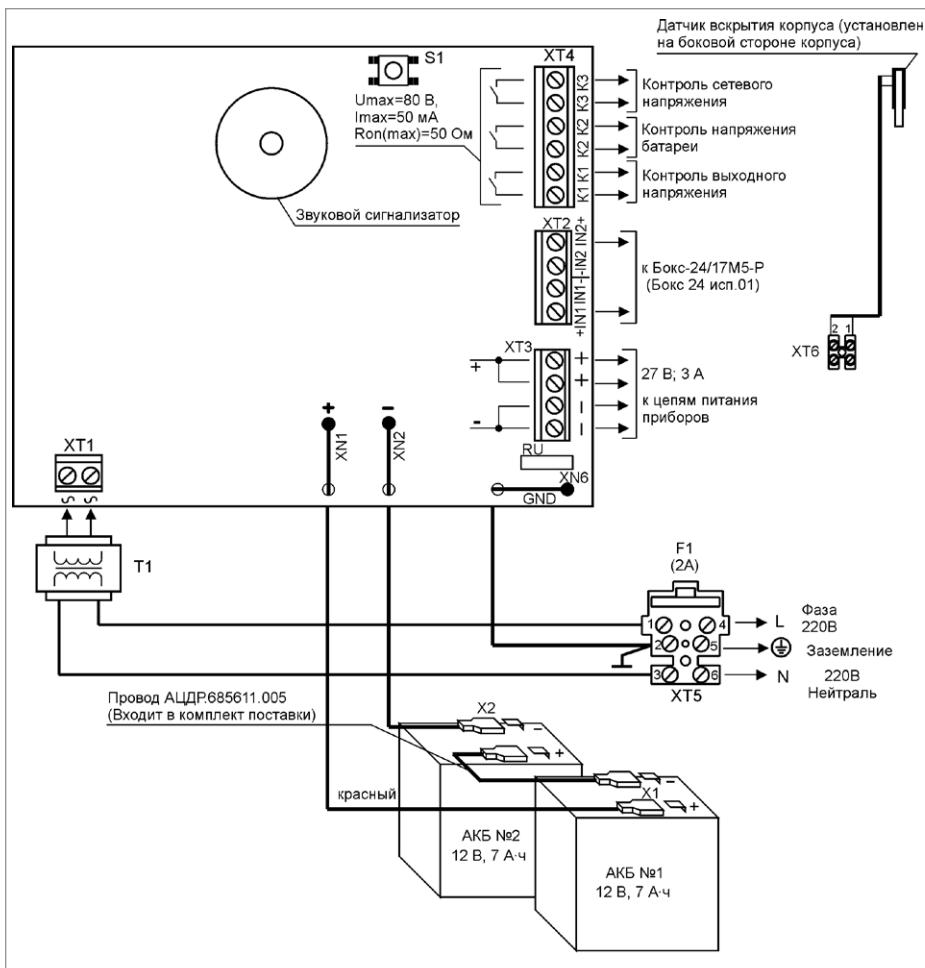

Рисунок 12. Схема подключения РИП-24 исп.15 (РИП-24-3/7М4-Р)
1.6. Схема подключения РИП-24 исп.15 (РИП-24-3/7М4-Р) приведена на рис. 12.
- 1.14. Проверьте правильность произведённого монтажа в соответствии со схемой подключения (рис. 12).
- 2.10. Отключите обе АКБ от платы РИП, отсоединив контакты X1, X2 от клемм АКБ (см. рис. 12).